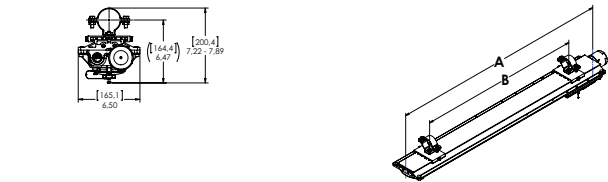
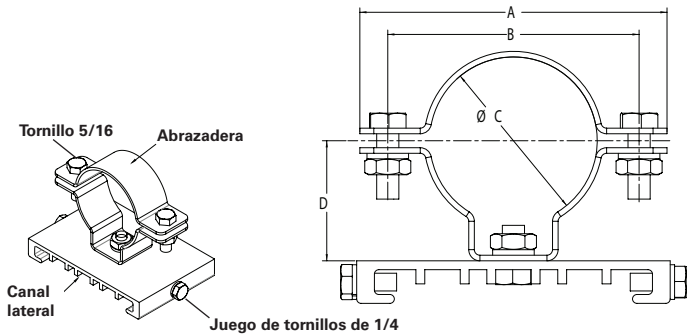

Figura 6. PM KIT – de Instalación del montaje del poste
Figura 7. PM KIT – de detalles del montaje del poste
2. Comprobar antes de la instalación que el diámetro de fijación de la abrazadera (ver la Figura 7) sea compatible con el diámetro del poste. Las abrazaderas están disponibles en los siguientes tamaños 1.65" (42 mm), 2.00" (51 mm) y 2.36" (60mm).
3. Los soportes del montaje del poste pueden tener entre sí el espacio que sea necesario, para los cuatro pies, es necesario mantenerlos al menos a 18" (457mm) de distancia (ver la Figura 6) (vea la tabla del rango total del montaje).
4. Deslizar los dos (2) soportes del montaje del poste sobre el dispositivo, engranando la brida en la parte superior del dispositivo.
5. Ajuste los dos (2) tornillos de 1/4" y fíjelos en cada soporte deslizante hasta que lleguen al fondo (ver la Figura 7). Torsión para 78 pulgadas-libras (8,8 N-m).
6. Retirar los dos (2) tornillos de 5/16", arandelas de presión y tuercas de cada abrazadera y retirar las mitades superiores de la abrazadera.
9. Instalar las dos (2) mitades superiores de la abrazadera, tornillos de 5/16", arandelas de presión y tuercas de cada abrazadera.